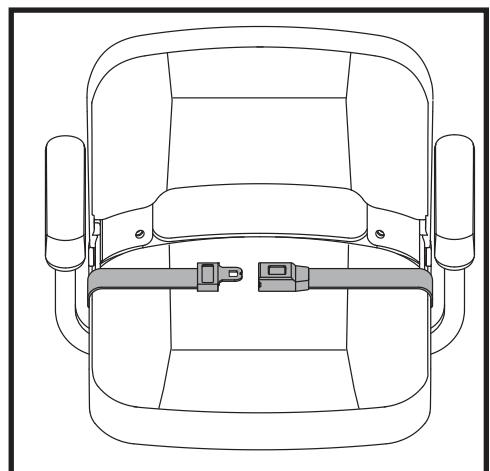

Figura 29. Cinture di sicurezza - Cintura di sicurezza con aggancio metallico
La seduta del miniscooter può essere dotata di cinture di sicurezza regolabili per maggiore comodità. Vedere figura 29 o 30. La cintura di sicurezza è stata progettata per garantire un maggiore supporto all'utente ed evitare che scivoli in avanti o indietro sulla seduta. La cintura di posizionamento non è concepita come dispositivo di contenimento.
1. Inserire il gancio metallico del lato destro della cintura nella chiusura di plastica al lato opposto spingendo fino a sentire un "click". Vedere figura 29.